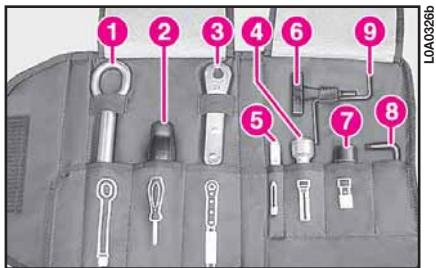

fig. 8
9) abra la bolsa de portaherramientas y saque las herramientas necesarias (fig. 8):
**ADVERTENCIA** Introduzca el gato en el contenedor **B** (**fig. 8**) y bloquéelo apretando manualmente el mando **A** (**fig. 8**) para evitar vibraciones durante la marcha.